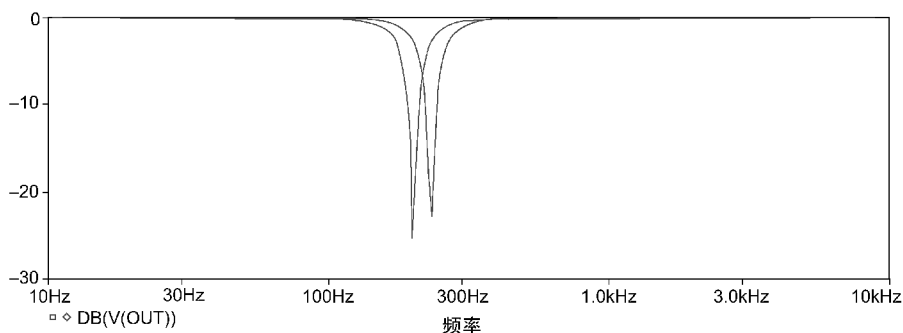

图 11.12 理想情况下的陷波频率值为 234Hz，最坏情况下的陷波频率值为 199Hz
12. 如图 11.12 所示，在 Probe 图形显示窗口中能够看到两条输出陷波频率曲线。标称值仿真时陷波频率值为 234Hz，而在最坏情况下的陷波频率值为 199Hz。